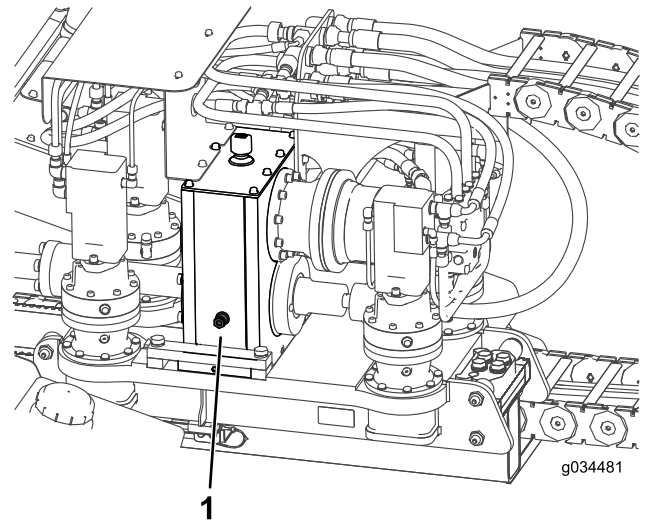

Bild 103
2. Prüfen Sie den Ölstand im Schauglas an jedem Planetengetriebe des Druckmotors (Bild 103).
2. Prüfen Sie den Ölstand im Schauglas am Getriebe (Bild 103).
3. Nehmen Sie den Entlüfterdeckel ab und füllen Öl in das Getriebe, bis der Ölstand mindestens die Hälfte des Schauglases bedeckt (Bild 103).
3. Nehmen Sie den Entlüfterdeckel ab und füllen Öl in das Planetengetriebe, bis der Ölstand mindestens die Hälfte des Schauglases bedeckt (Bild 103).
8. Füllen Sie das Getriebe mit Öl, bis der Ölstand mindestens die Hälfte des Schauglases bedeckt (Bild 103).